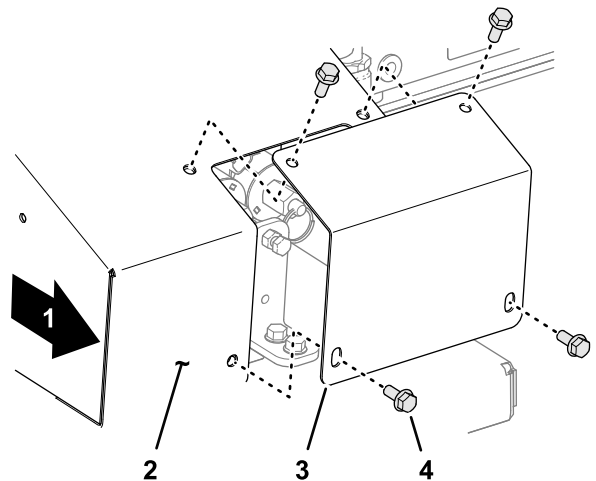

图 28
- 在机器右侧卸下将盖板固定到超控装置盖上的 4 个凸缘平头螺丝 图 28。